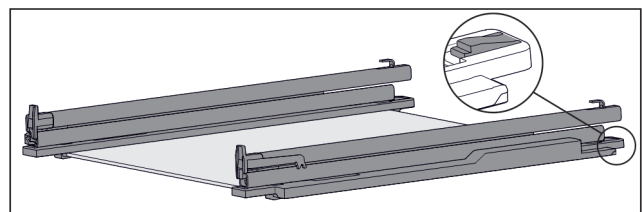

Fig. 125 Glasplatte mit Schienen und Halteteilen
- ▶ Halteteil hinten herunterdrücken (siehe Fig. 125) und gleichzeitig Schiene nach hinten schieben.